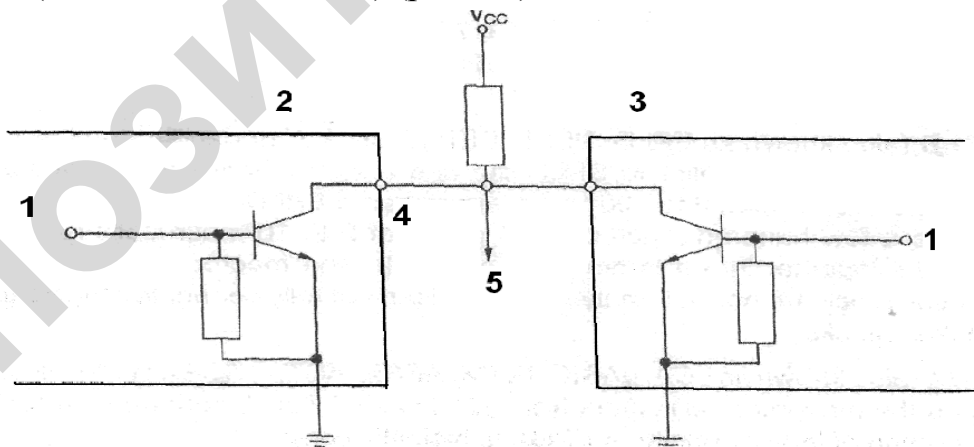

Рис. 79. Открытый коллекторный выход:
**Разомкнутый (открытый) коллекторный выход** (open collector output) используется всякий раз, когда нужно активировать вход от нескольких присоединенных выходов (выполняется функция «или») или в качестве драйвера для нагрузок, для обеспечения высокого напряжения и/или высокого тока. Для возможности дальнейшего соединения выхода с другими логическими схемами присоединяется коллекторный резистор. Разомкнутый коллекторный выход состоит только из коллекторного соединения «*n-p-n*» транзистора. Выход или проводит на землю (положение «ВКЛ»), или полностью разомкнут (положение «ВЫКЛ») (рис. 79).